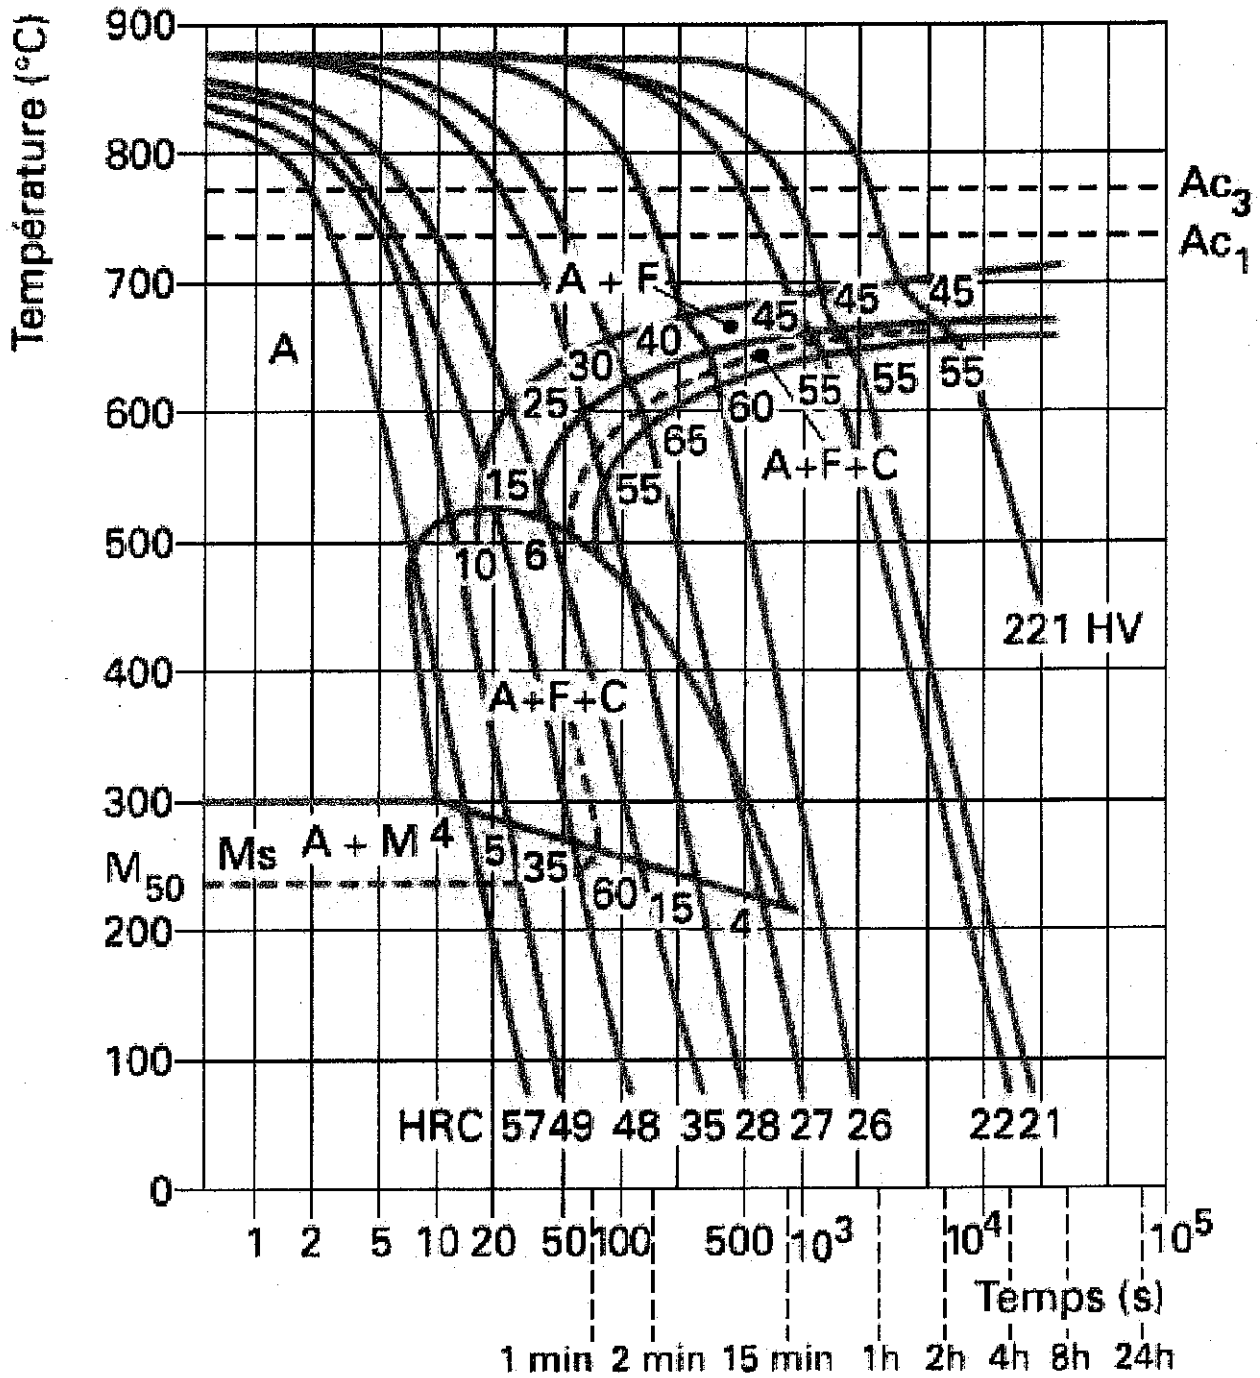

Figure 2: TRC de l'acier 45Mn5
1. On se propose d'étudier le TRC de l'acier 45Mn5. Identifier les différents domaines présents sur la Figure 2. Décrire de manière précise ce qu'il se passe pour les deux échantillons qui ont été austénitisés à 850°C pendant 30 minutes :